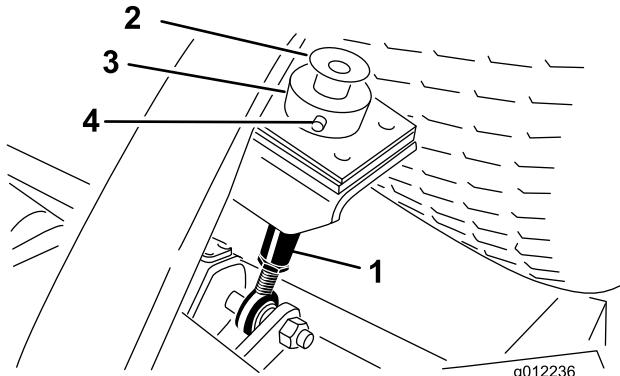

Figura 23
3. Retire el pasador de horquilla y la chaveta que fijan el collar de ajuste de la altura de corte a la varilla de ajuste de la altura de corte en la parte trasera de la unidad de corte (Figura 23). Retire el collar de ajuste de la altura de corte.